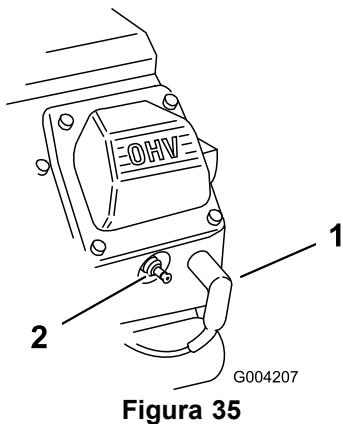

Figura 35
3. Staccate i cappellotti delle candele (Figura 35).
- Collegate i cappellotti alle candele (Figura 35).